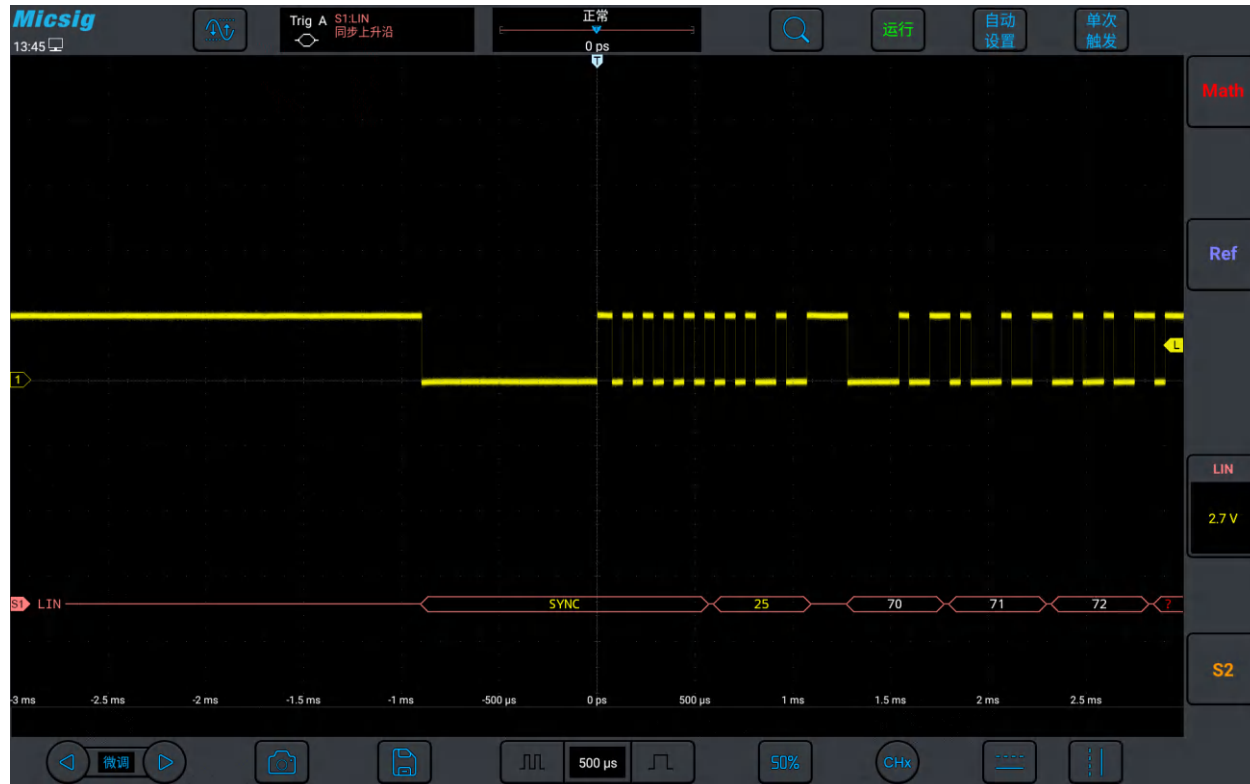

图 12-12 LIN 总线解码结果
- (1) 轻点 S1 打开解码通道，再次点击打开总线配置菜单；
- (2) 选择总线类型为“LIN”，依次点选“Ch1”“空闲高”“19.2kb/s”，然后关闭菜单；
- (3) 打开触发方式配置菜单，点选“同步上升沿”；
(4) 点按  配置信息，打开解码通道阈值电平调节框，上下拖动调节框可以调节阈值电平；根据信号的幅值电平调节阈值电平使信号稳定触发。LIN 触发图形界面见图 12-12：